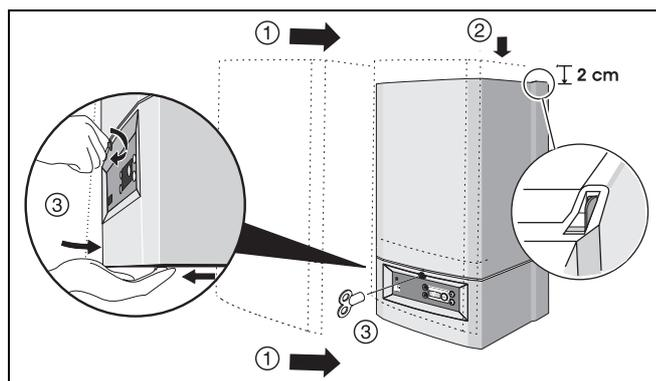

Fig. 41 Montare il rivestimento
- Rimontare il rivestimento e girare la vite di sicurezza con la chiave del radiatore in posizione "chiuso" (fig. 41).
- Incollare la seconda targhetta dati sul lato anteriore o sul lato del rivestimento (fig. 41).
- Montare il rivestimento e girare la vite di sicurezza con la chiave per lo sfiato dei radiatori in posizione "chiuso" (fig. 41).